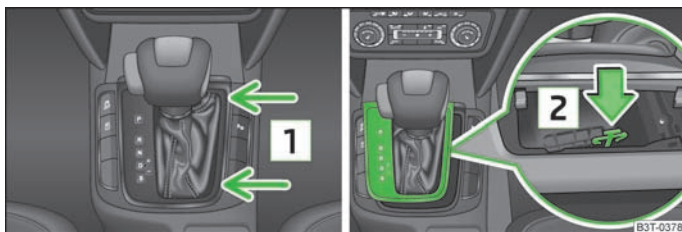

Fig. 128 Déverrouillage de secours du levier sélecteur
- Attrapez le soufflet du levier sélecteur au niveau des flèches **1** » fig. 128 et tirez-le avec précaution vers le haut.